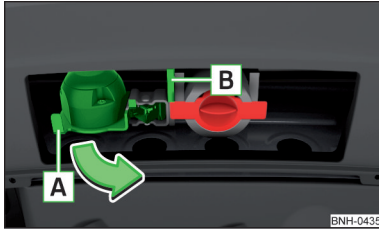

Abb. 221
- Die 13-polige Steckdose am Griff **[A]** fassen und in Pfeilrichtung ausschwenken » **Abb. 221**.